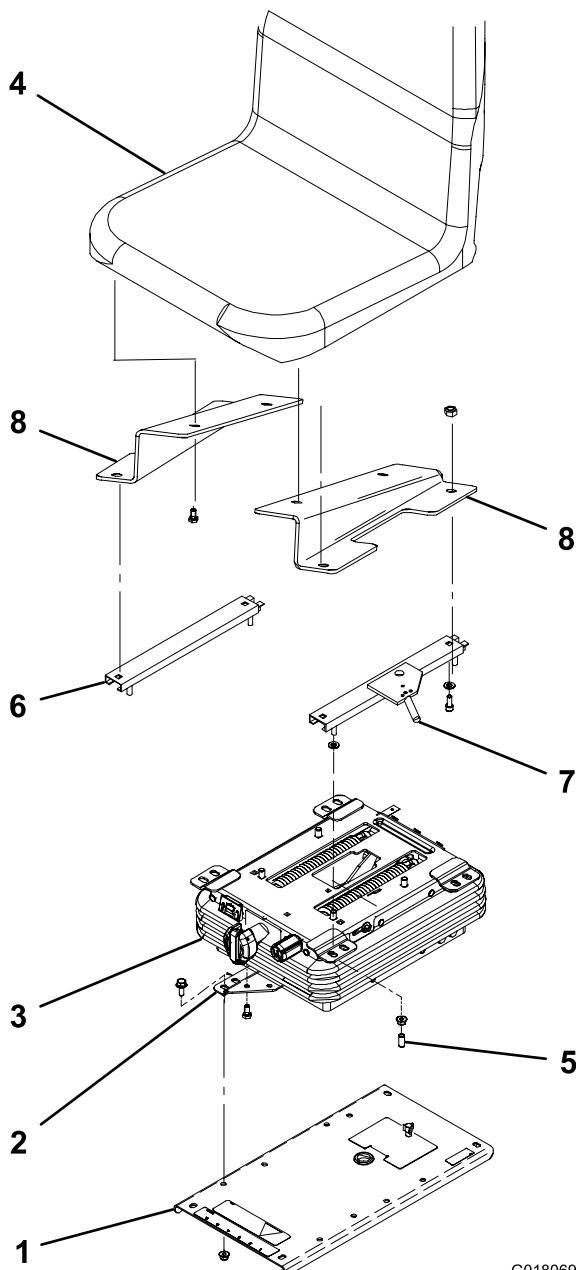

Figura 1
- Fije los soportes inferiores del asiento a la suspensión del asiento con los 4 pernos incluidos en el kit (Figura 1).
- Retire los 4 pernos y las 4 tuercas que sujetan la placa de montaje del asiento al bastidor de la unidad de tracción (Figura 1). No retire la placa del asiento.
- Fije los soportes inferiores del asiento y la suspensión a la placa del asiento con los 4 pernos y tuercas incluidos en el kit (Figura 1).
- Sujete los soportes derecho e izquierdo del asiento al asiento con 4 pernos (Figura 1). Los soportes del asiento deben posicionarse de manera que los extremos más altos estén hacia delante respecto al asiento.
- Instale provisionalmente los ajustadores del asiento en los soportes del asiento con los 4 pernos, las arandelas planas y las tuercas incluidos en el kit (Figura 1). No apriete. El ajustador del asiento que incluye la palanca de ajuste debe montarse en el soporte izquierdo del asiento.
- Monte los ajustadores superiores del asiento en la suspensión del asiento con las 4 tuercas incluidas en el kit (Figura 1). Introduzca los tapones de vinilo en los espárragos del asiento. Apriete las fijaciones que sujetan los ajustadores del asiento.
- Sujete los soportes inferiores del asiento a la suspensión del asiento con los 4 pernos incluidos en el kit (Figura 1).
- Sujete los soportes inferiores del asiento y la suspensión del asiento a la placa del asiento con los 4 pernos y tuercas incluidos en el kit (Figura 1). Utilice los taladros de montaje traseros de la placa del asiento y los taladros de montaje delanteros de los soportes inferiores del asiento.
- Monte los soportes superiores del asiento en el asiento con los 4 pernos, las arandelas planas y las tuercas incluidos en el kit (Figura 1). Utilice los taladros de montaje delanteros del asiento. El soporte del asiento que tiene la palanca de ajuste debe montarse en el lado izquierdo del asiento.
- Monte los soportes superiores del asiento en la suspensión del asiento con las 4 tuercas incluidas en el kit (Figura 1). Utilice los taladros de montaje traseros de la suspensión del asiento. Las arandelas deben colocarse entre los soportes del asiento y la suspensión. Introduzca los tapones de vinilo en los espárragos del asiento.